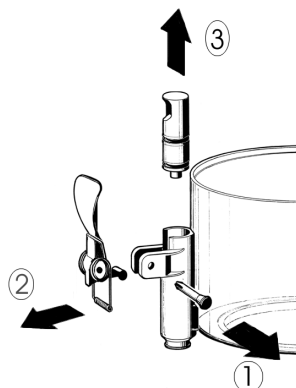

figura 1
3 Disassemblare il rubinetto con la sequenza indicata (vedere figura 1).
**3** Riasssemblare il rubinetto sul contenitore con sequenza inversa rispetto a quanto fatto per lo smontaggio (vedere figura 1).